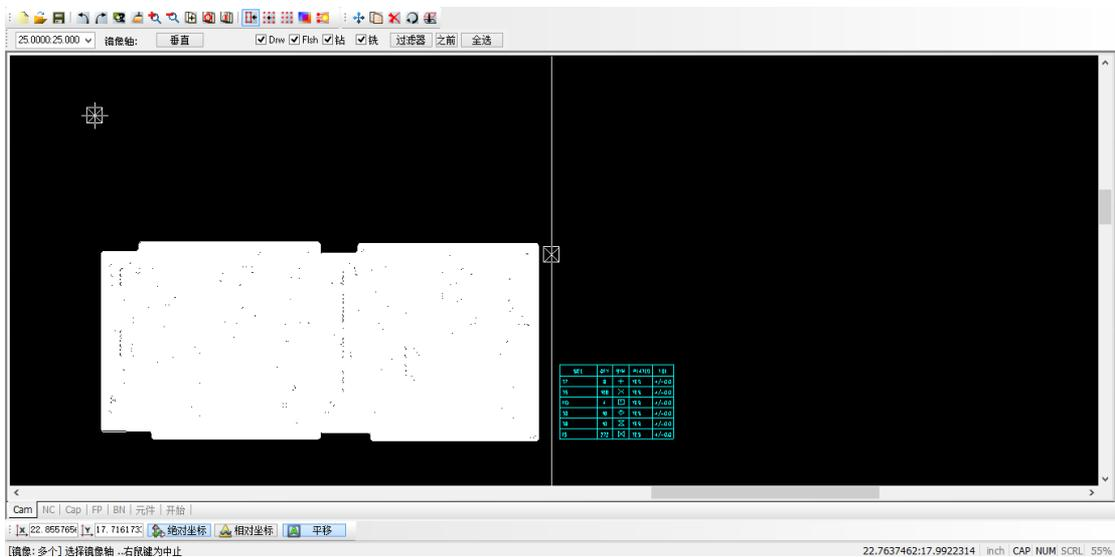

图 17-39 镜像两联片
(5) 复制工作区域内的两联片, 然后单击鼠标右键放置在工作区域的空白处。
(6) 在菜单中执行“Edit” “Mirror”命令, 然后按<W>键进入框选模式, 框选刚才复制的两联片。
(7) 单击鼠标右键, 则出现如图 17-39 所示的镜像的对称线。